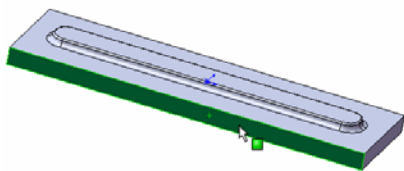
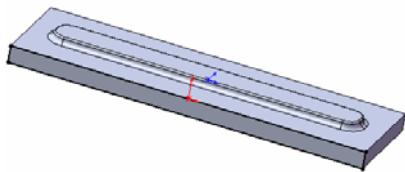

图 10-123 选择基准面
图 10-124 生成草图
⑦ 绘制草图。在实体上选择如图 10-123 所示的面作为绘图的基准面，单击“草图”工具栏中的“草图绘制”图标，然后单击“草图”工具栏中的“转换实体引用”图标，将选择的矩形表面转换成矩形图素，如图 10-124 所示。